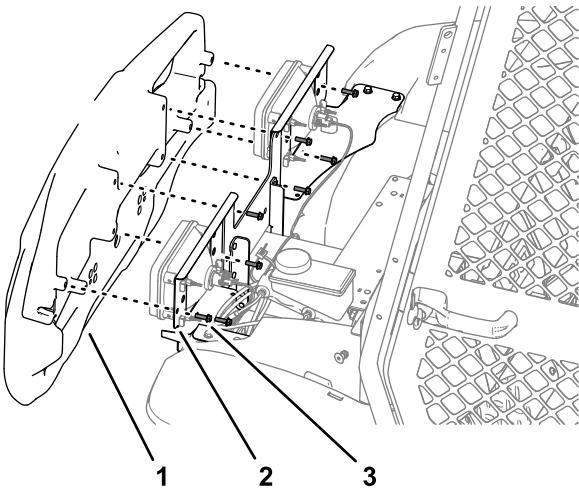

Figure 42
1. Tout en soutenant le pare-chocs, retirez les 8 boulons à embase qui le fixent sur les supports de pare-chocs et les supports de phares (Figure 42)